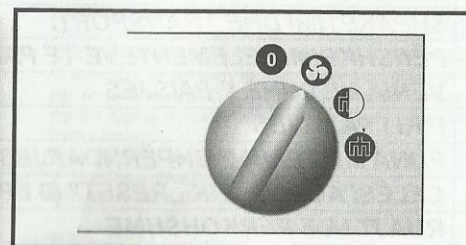

Fig. 5
- ▶ режим вентилятора – рис. 5